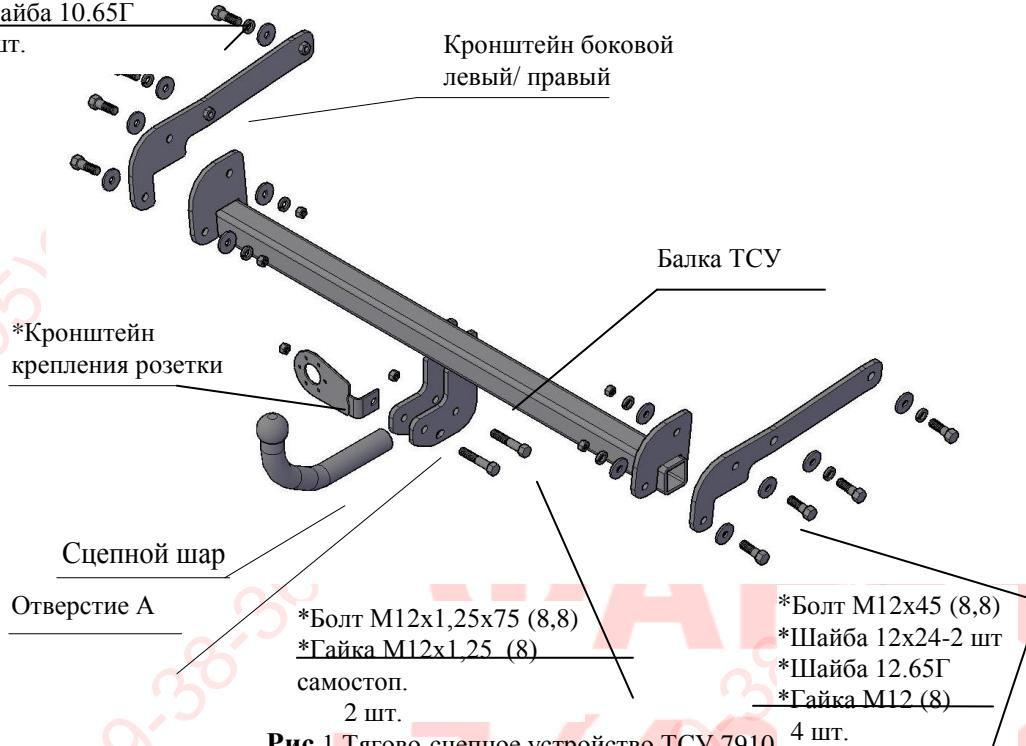

Рис.1 Тягово-цепное устройство ТСУ 7910. 4 шт.
2.1 ТСУ 7910 в сборе (рис.1) 1 шт.
2.2 Пакет с комплектующими (см. рис.1) 1 шт.